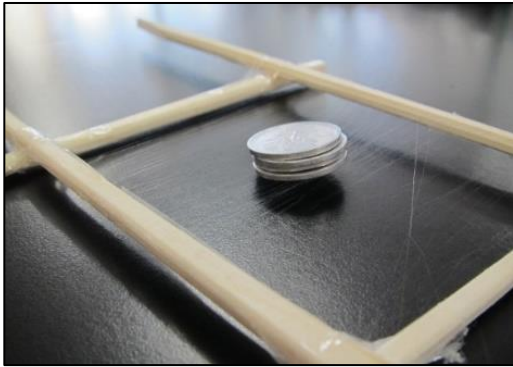

図4 一円玉を乗せたところ
5. クモの糸が切れたときの一円玉の数から重さを計測する。(図4)